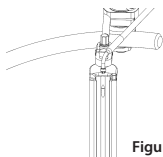

Figura 18
- Inserire delicatamente le estremità biforcute nei fori che si trovano nella parte superiore delle **lame del divaricatore** (Figura 18).